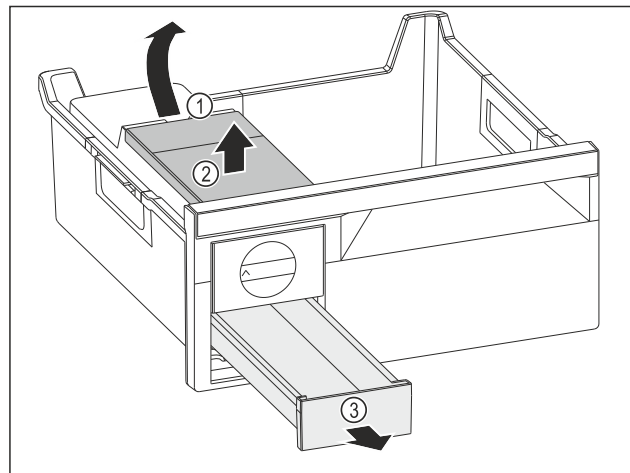

Fig. 86
- ▶ Watertank wegnemen: Watertank bij de uitsparing Fig. 86 (1) optillen.
- ▶ Watertank Fig. 86 (2) naar boven toe wegnemen.
- ▶ Ijsblokjesvak Fig. 86 (3) naar voren toe wegnemen.